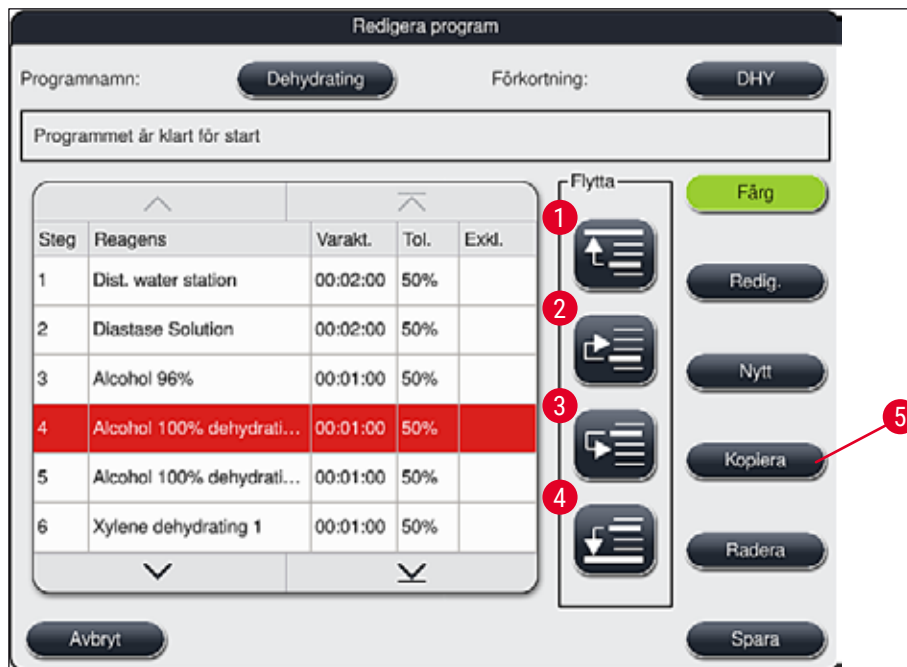

Bild 48
- Fönstret **Redigera program** (→ "Bild 48") öppnas.
- Ändringarna kan sparas med knappen **Spara** (→ "Bild 48"). Om man trycker på knappen **Avbryt** raderas ändringarna.